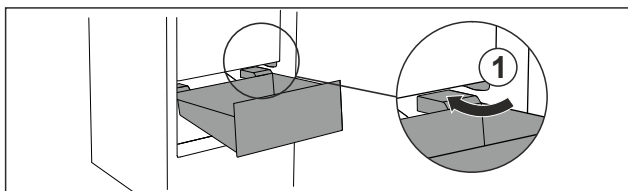

Fig. 76
- ▶ Zásuvku ved'te šikmo podél zarážek Fig. 76 (1).